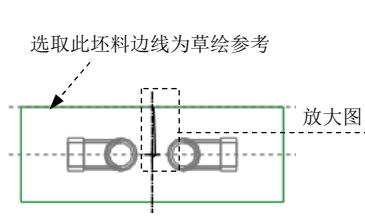

图 15.7 截面草图
(1) 定义草绘截面放置属性。右击，从快捷菜单中选择 **定义内部草绘...** 命令。草绘平面为 MOLD_FRONT 基准平面，草绘平面的参考平面为 MOLD_RIGHT 基准平面，草绘平面的参考方位为 **右**。单击 **草绘** 按钮，系统至此进入截面草绘环境。
(2) 进入截面草绘环境后，选取图 15.7 所示的坯料边线为草绘参考，绘制图 15.7 所示的截面草图。完成特征截面的绘制后，单击“草绘”操控板中的“确定”按钮 。
(3) 特征属性。旋转角度类型为 ，旋转角度为 360。
(4) 单击操控板中的 \checkmark 按钮，完成特征的创建。